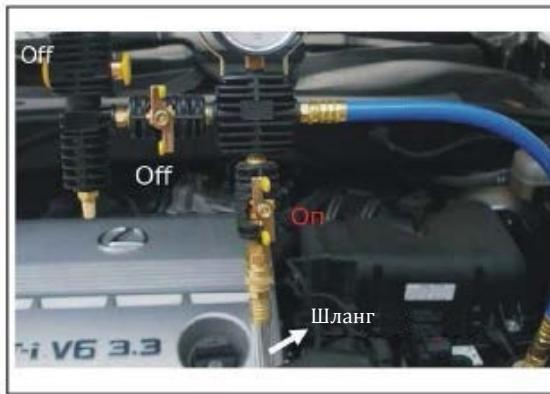

Рис. 5
- Подключите шланг через быстроотъемный соединитель (8). Другой конец шланга поместите в емкость с новой охлаждающей жидкостью.
- Убедитесь, что переключатель (3) закрыт.
- Откройте переключатель (6) (должен располагаться перпендикулярно соединителю). Начнется всасывание охлаждающей жидкости в радиатор (рис.5).
- Прекратите процедуру, когда показания на датчике (1) будут равны нулю.